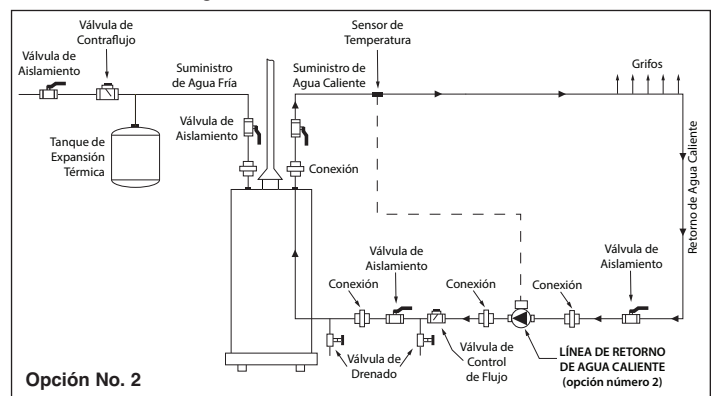

Figura 3: Diagrama de instalación (solamente para la explicación)
Línea de Retorno de Agua Caliente (Opción No. 2) - Instale el SmartPlus en la tubería de retorno de agua caliente sanitaria (DHW) hacia la fuente de agua caliente sanitaria. El sensor externo suministrado con el SmartPlus debe instalarse en la línea de suministro de agua caliente sanitaria. Consulte la Figura 3 a continuación.
1. Instale el SmartPlus en línea en la línea de retorno de agua sanitaria como se muestra en la Figura 3. Asegúrese de que la flecha direccional en la carcasa esté instalada con la flecha apuntando hacia la fuente de agua caliente.
2. Instale todos los demás componentes del sistema como se muestra en el diagrama de tuberías de la Figura 3.